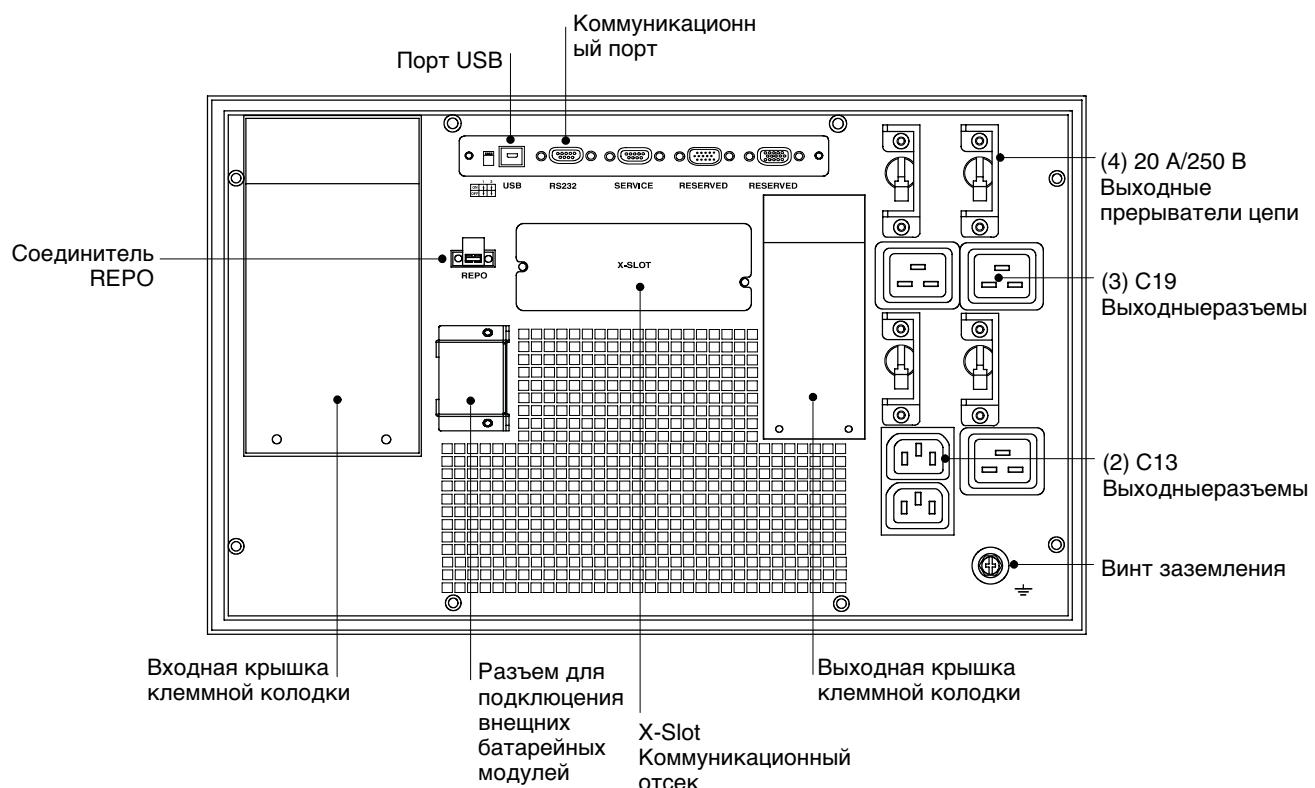

Рисунок 28. Задняя панель ИБП с фиксированным соединением
1. Убедитесь, что все выключатели цепи находятся в выключенном [OFF (O)] положении.
4. Снимите крышки клеммных колодок входа и выхода и сохраните их (см. рис. 28).
- 14.** Если стойка снабжена разъемами для заземления или соединения незаземленных металлических частей, подсоедините провод заземления (не входит в комплект поставки) к винту заземления. См. рис. 28 на стр. 26 для определения местоположения винта заземления.
15. Подключите оборудование, которое необходимо защитить, к выходным розеткам ИБП, но не включайте оборудование. (см. рис. 28 на стр. 26).